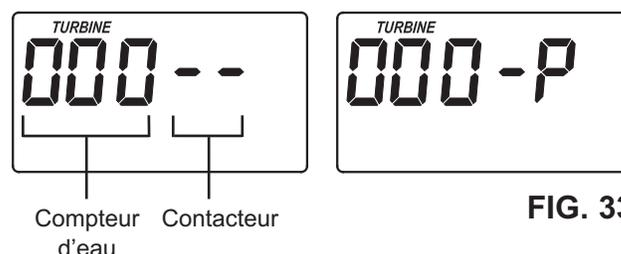

FIG. 33
1. Appuyez sur le SÉLECTEUR (select) pendant 3 secondes : l'un des deux écrans de la Figure 33 sera alors affiché.